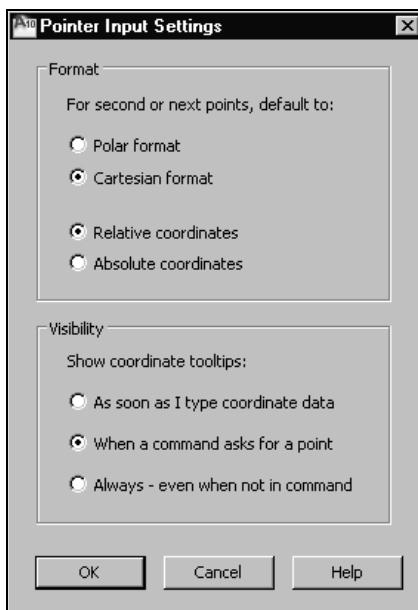

Рис. 1.26. Диалоговое окно для настройки динамического ввода с помощью мыши
3. Щелкните кнопку **Settings** (Настройка) в области **Pointer Input** (Ввод с помощью мыши) для вызова диалогового окна **Pointer Input Settings** (Параметры ввода с помощью мыши) (рис. 1.26).